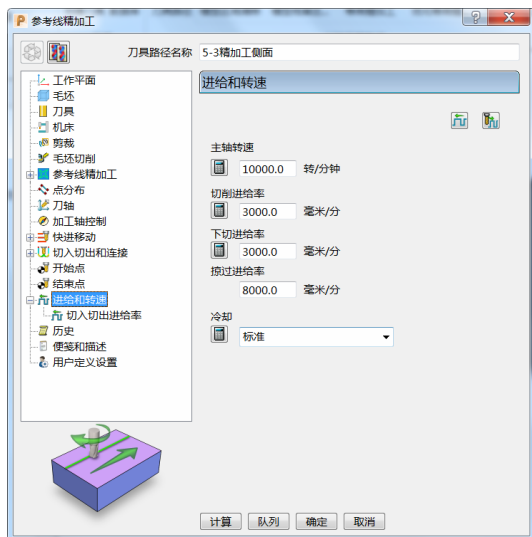
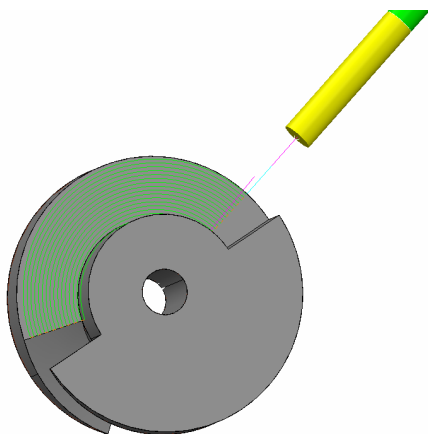

图 3-75
图 3-76
9) 进给和转速：设定主轴转速 10000.0r/min、切削进给率 3000.0mm/min、下切进给率 3000.0mm/min、掠过进给率 8000.0mm/min，标准冷却。（图 3-75）
10) 单击图 3-75 中的“计算”按钮，刀具路径如图 3-76 所示。